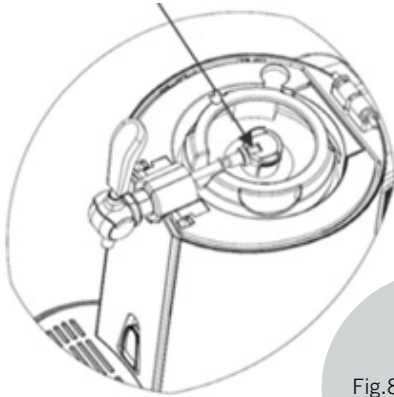

Fig.8
10. Insérez ensuite l'adaptateur pour fût autonome - qui est raccordé à la tireuse à bière - sur le fût en exerçant une pression suffisante (Fig. 8).